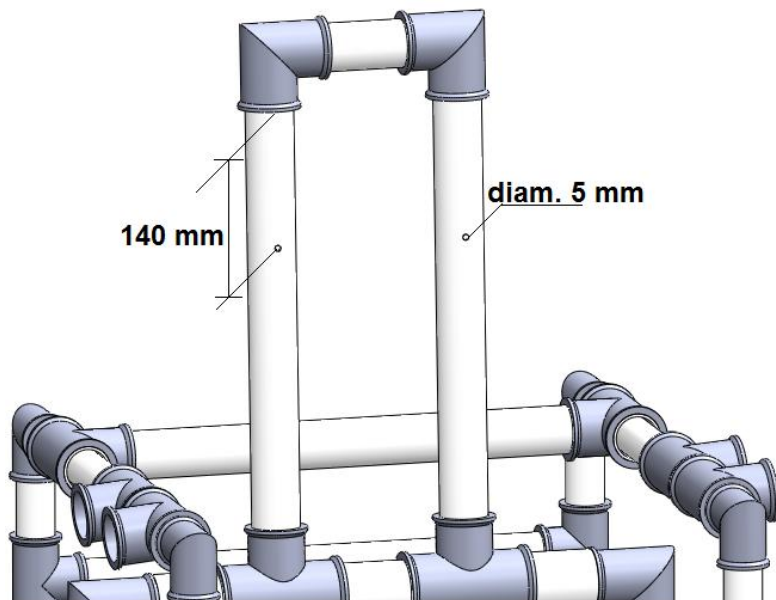

Figura 52. Fixação do encosto - Passo 1
- Passo 1: Para a fixação do encosto faça um furo passante com a broca de 5 mm, a uma distância de 140 mm da conexão "Joelho 40 mm", nos canos 400X40 mm do módulo 3 (encosto), conforme a figura 52;